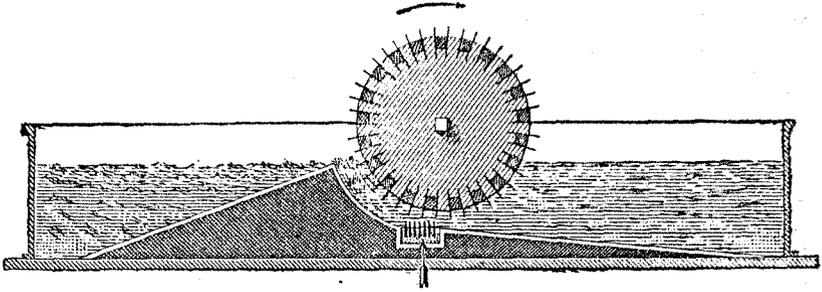

Fig. 409. — Coupe théorique d'une pile raffineuse.
**Raffinage.** — Les différentes pâtes, employées isolément ou mélangées, ont besoin d'être raffinées, c'est-à-dire rendues plus fines pour pouvoir être transformées en papier. A cet effet, on les triture de nouveau dans une *pile raffineuse* (fig. 409). Cette pile diffère de la pile défileuse, en ce que les lames de déchiquetage y sont plus rapprochées, et que le cylindre y tourne plus rapidement; souvent aussi, elle est armée de deux cylindres au lieu